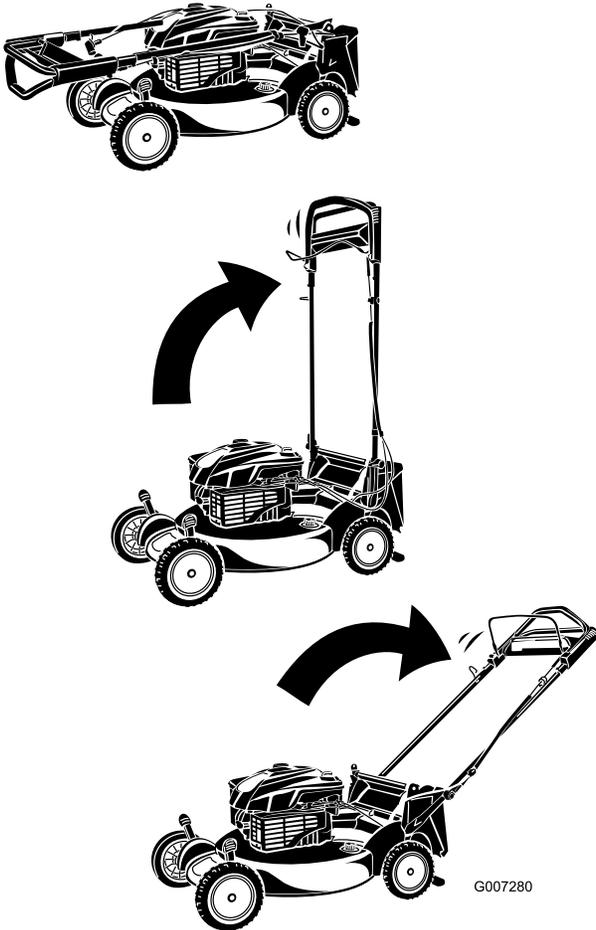

**Bild 4**
3. Befestigen Sie die Griffenden mit 2 Scheiben und 2 Griffschrauben am Mähwerkgehäuse (Bild 4), ziehen Sie die Griffschrauben jedoch nicht fest.
**Wichtig:** Verlegen Sie die Kabel an der Außenseite des Griffs (Bild 4).